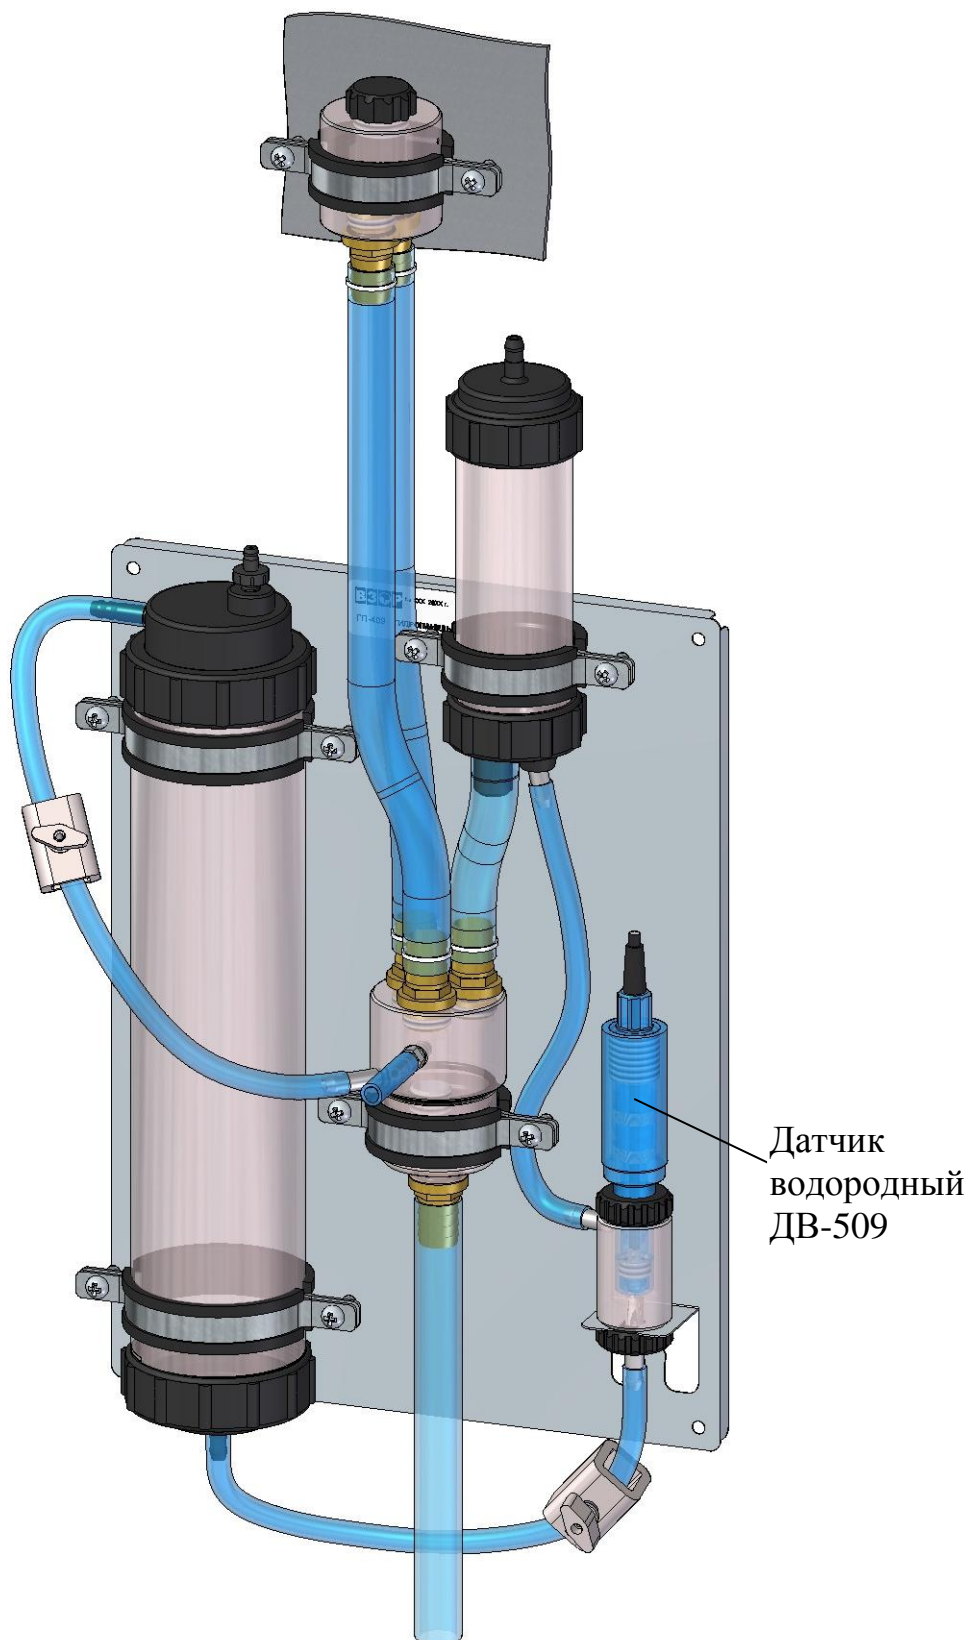

Рисунок 2.9 – Гидропанель ГП-409 с установленным датчиком водородным ДВ-509
- от 0,08 до 5,00 дм³/мин датчик установить в соответствии с руководством по эксплуатации на гидропанель ГП-409 ВР37.04.100РЭ (рисунок 2.9) либо на гидропанель ГП-409С ВР37.62.000РЭ.